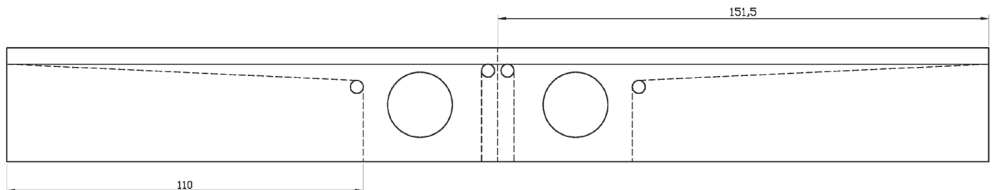

Fig. 6
6) **Lavorazione da eseguirsi sull'ala verticale da 30 mm:** eseguiamo i tagli che terminano nei fori da 4 mm lungo le linee tratteggiate. Prima i 4 trasversali poi i 2 longitudinali inclinati, infine quello trasversale che dividerà i due chiodi. (Fig. 6).